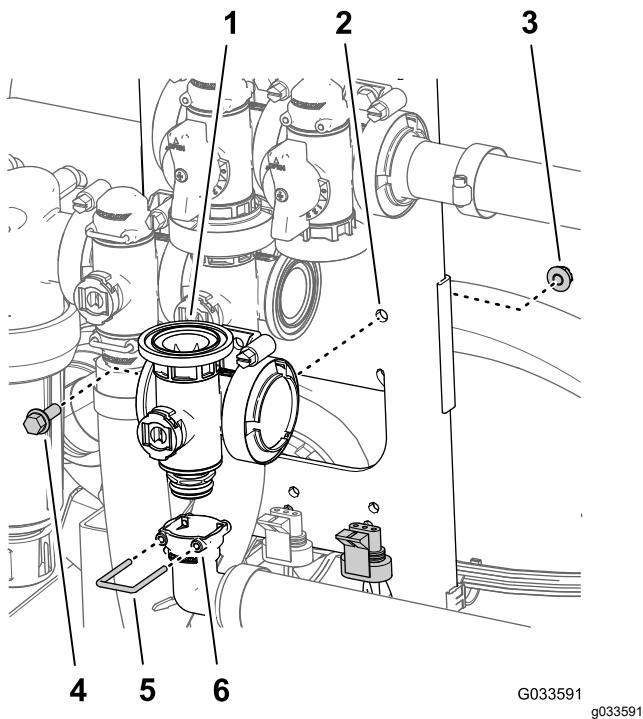

Figure 130
- Alignez la douille du raccord de sortie à 90° et le raccord d'accouplement au bas du collecteur de la vanne maîtresse des rampes (Figure 130).
6. Fixez le raccord de sortie à l'accouplement en insérant un étrier de fixation dans la douille du raccord de sortie (Figure 130).